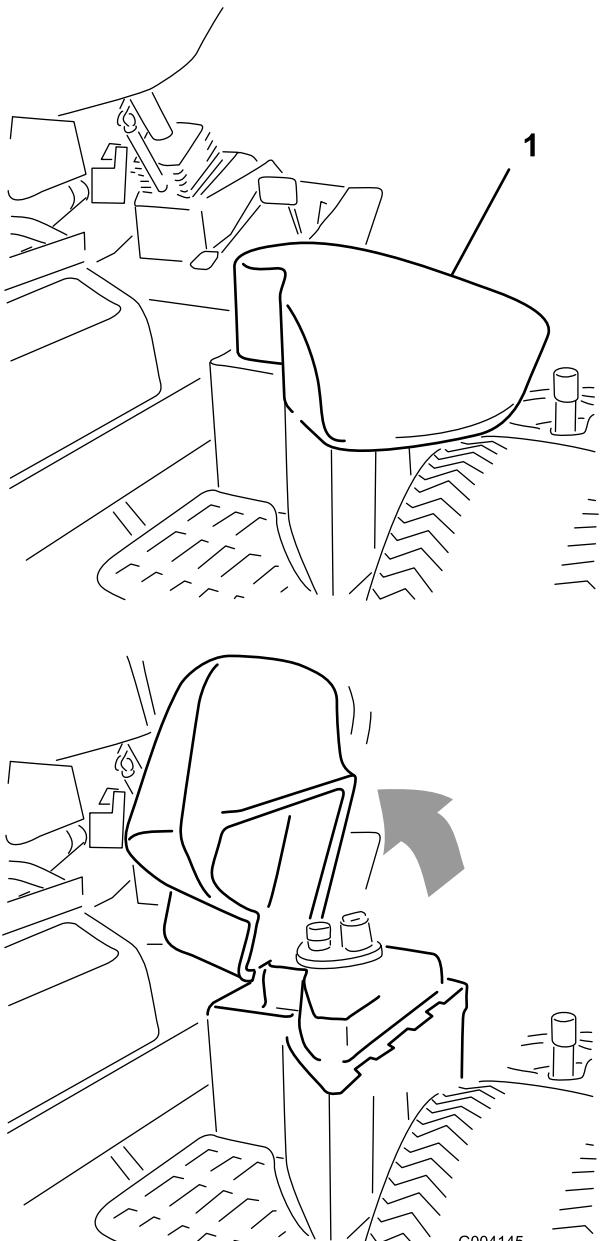

Рисунок 37
- С правой стороны машины поднимите крышку гидравлического бака (Рисунок 37).